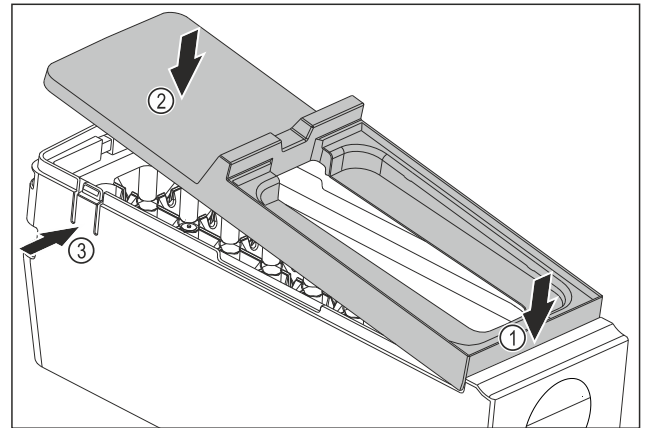

Fig. 81
- ▶ Abdeckung des EasyTwist-Ice-Korpus montieren: Abdeckung vorne ansetzen. Fig. 81 (1)
- ▶ Abdeckung hinten absenken. Fig. 81 (2)
- ▷ Abdeckung rastet hörbar in beiden Laschen Fig. 81 (3) ein.